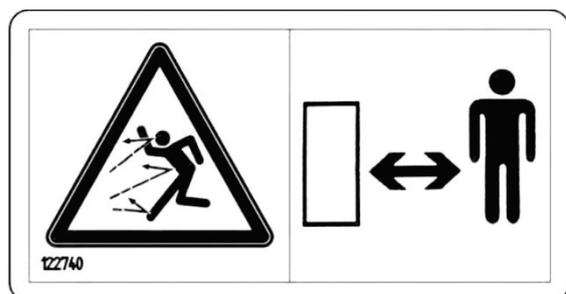

Fig. 32 Peligro de caída de piedras
**AVISO** Incluso si se utiliza la máquina para el servicio conforme al uso previsto, pueden proyectarse piedras y similares. Es por ello que no debe permanecer nadie en la zona de peligro. Se debe proceder con especial precaución durante los trabajos realizados cerca de carreteras y edificios (Fig. 32).